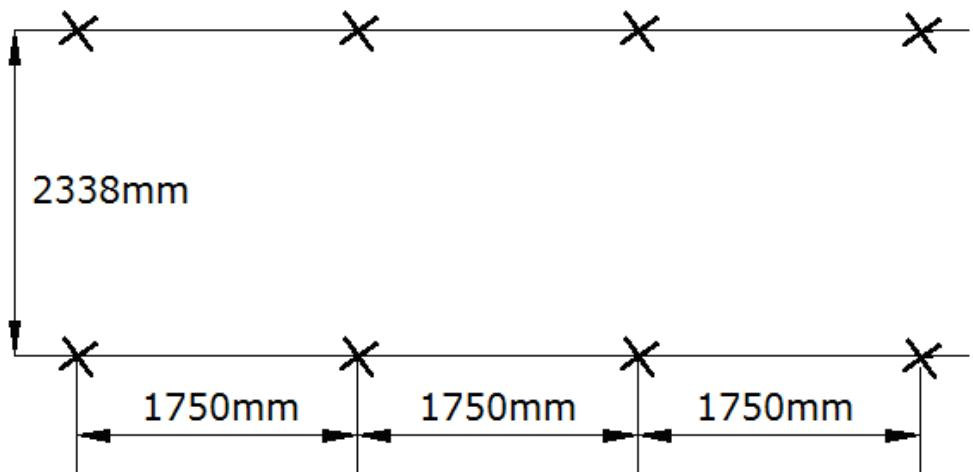

Figura 11 Instalación de los tornillos de tierra.
a).Haga la instalación de los tornillos de tierra como se muestra en la *Figura 11*.